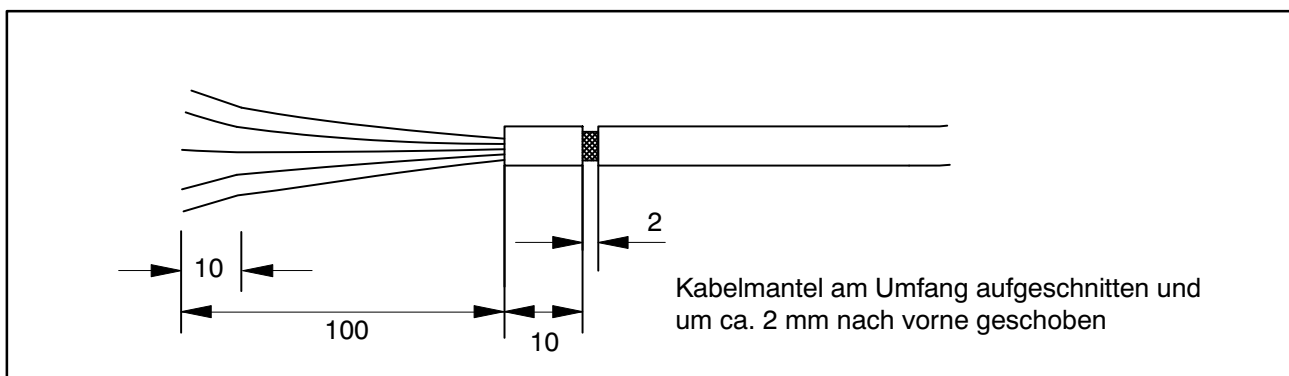

Abb. 6.2: Eingeschnittener Kabelmantel
- Schneiden Sie den Kabelmantel entsprechend Abb. 6.2 ein, damit der Schirm zugänglich wird.